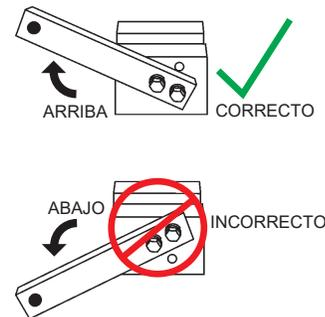

Figura 68. Posición (SUBIDA) del brazo del aparato
2. Asegúrese de que el brazo del aparato esté en la posición **SUBIDA** (Figura 68).